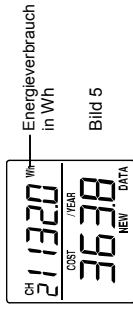
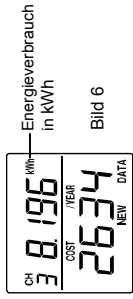

Bild 5
Bild 6
- Energieverbrauch in Wattstunden bzw. Kilowattstunden (LCD zeigt je nach Wert „Wh“ (Bild 5) –bzw. „KWh“ (Bild 6) – liegt der Wert unter 2000, beträgt die Einheit Wh; liegt der Wert bei 2000 oder höher, beträgt der Anzeigewert kWh) mit Kostenvorschau für ein Jahr (LCD zeigt „COST/YEAR“ [KOSTEN/JAHR]).